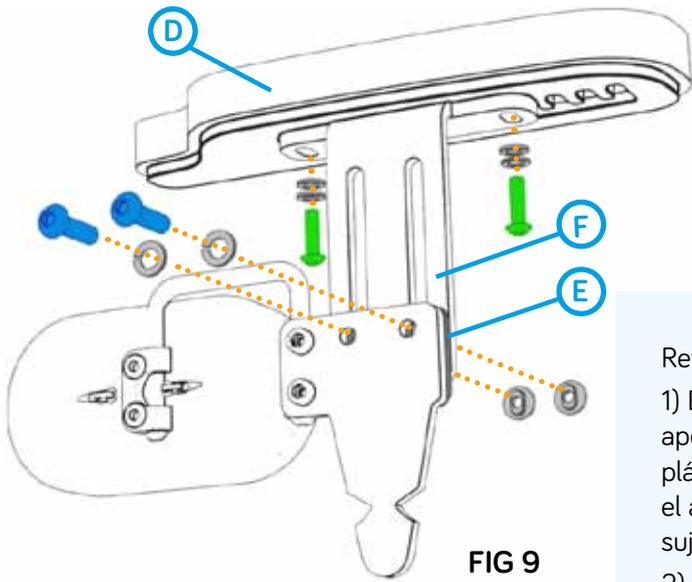

FIG 9
1) Extraiga los tornillos (FIG. 9) que sujetan el freno de la altura de los apoyabrazos (F) con las arandelas, tuercas en T y bloque separador de plástico (E) y déjelos a un lado para su reinstalación. Gire este freno y el apoyabrazos 180° y vuelva a colocar el bloque espaciador con los sujetadores en el orden en el que fueron extraídos.